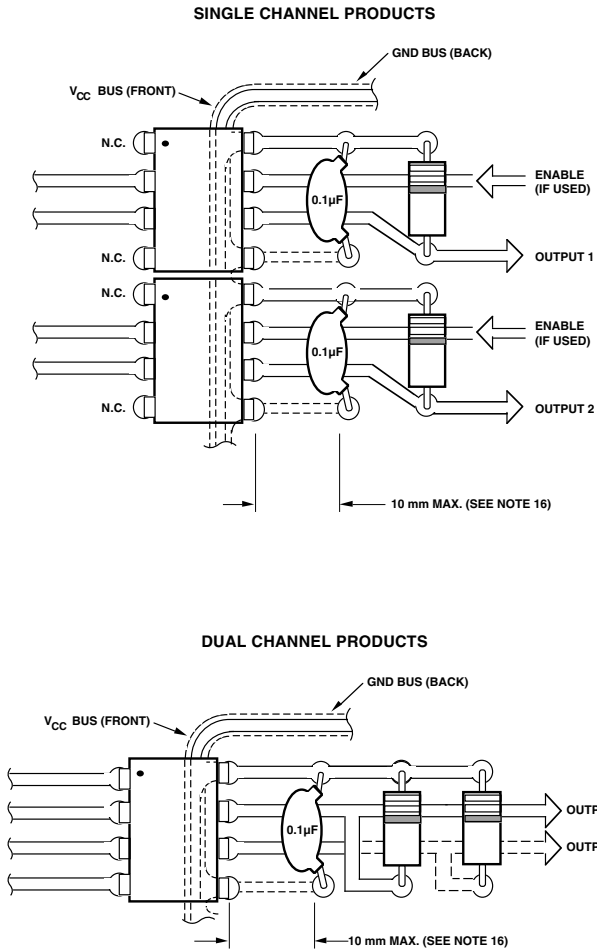

図18．推奨プリント板取り付け図
16. 図 18 に示すように各フォトカプラの電源端子には、バイパスコンデンサとして 0.1 μ F のセラミックコンデンサが必要です。フォトカプラとコンデンサ間のリード距離は 10mm を越えないようにして下さい。
2. 高い CMR_L を実現するためには、 $I_{FH} > 3.5mA$ で、LEDを点灯します。図21から図23の回路において、 $I_F = 10mA$ で駆動することで、HCPL - 261Nファミリでは、 $8kV/\mu s$ 程度のCMRを、図18のアートワーク例を守れば、実現できます。